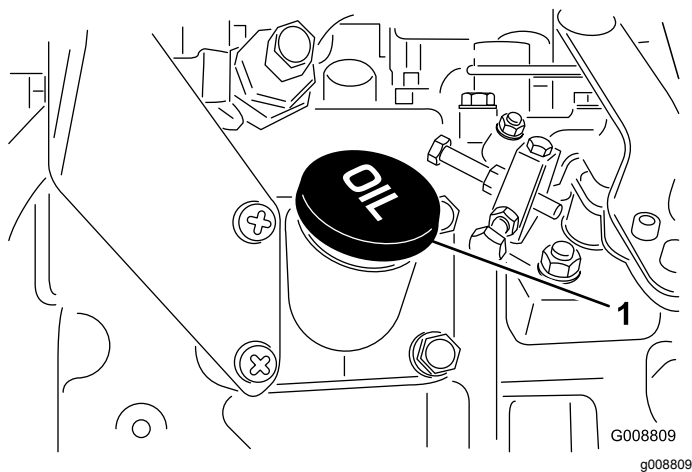

Рисунок 52
4. Если масло ниже допустимого уровня, снимите крышку маслозаливной горловины (Рисунок 52) и добавляйте масло до тех пор, пока его уровень не достигнет отметки Full (Полный).